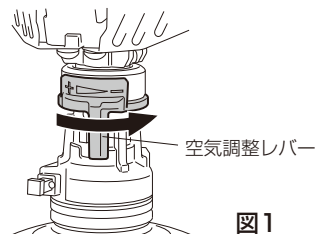

図1
1. 空気調整レバーを－(右)の方向に止まるまで回します(図1)。